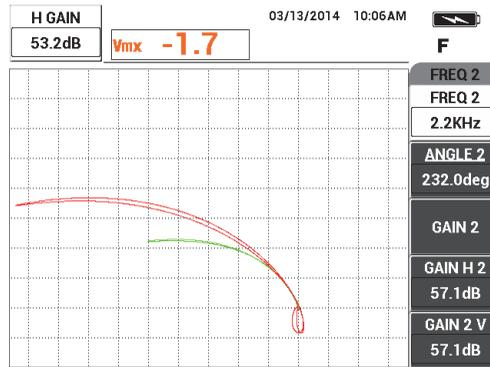

Figure 5-123 Réglage de l'amplitude horizontale du signal pour la fréquence 1
13. Appuyez deux fois sur la touche GAIN ( **dB** ), et puis réduisez l'amplitude horizontale du signal de fréquence 1 (vert) pour qu'il s'étende sur exactement 5 divisions du côté gauche du point d'équilibrage (voir la Figure 5-123 à la page 230).